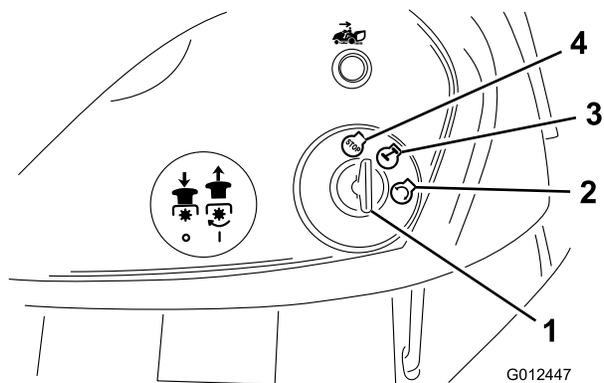

Figura 12
7. Girate la chiave di accensione in senso orario e tenetela in posizione Start (Figura 12).
2. Girate la chiave di accensione in posizione Off (Figura 12).